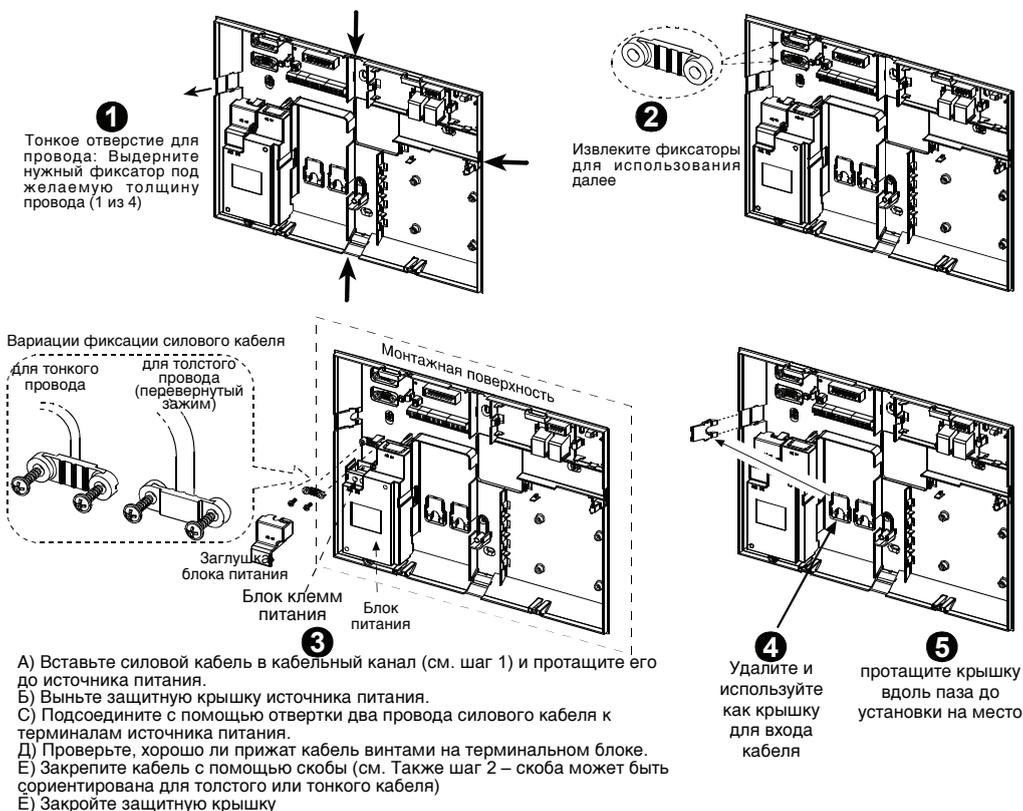

Рисунок 3.1f – Подключение питания на задней части панели
- подключением силового кабеля к внутреннему трансформатору (см. рисунок 3.1f)